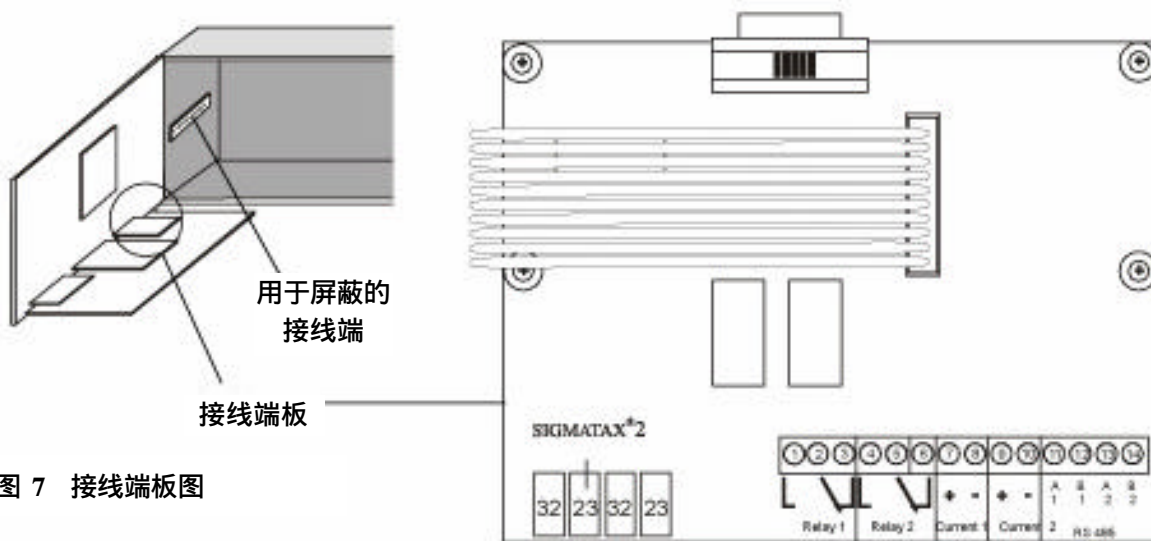

图 7 接线端板图
- 把各个电缆断头插入对应的接线端（线粗最大 1.5 毫米）有关接线端的分配请参见图 7. 接线端板图。